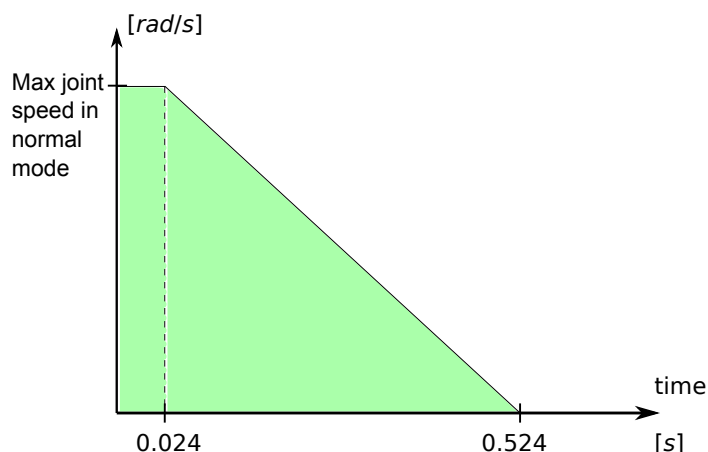

Figure 2.2: 傾斜の下緑の領域は、ブレーキを掛ける間、ジョイントに許可される速度です。0 時間に安全プロセッサでイベント（緊急停止または予防停止）が検出されました。減速は 24 ms 後に開始します。
1. 安全システムはブレーキが 24 ms 以内に開始されるようモニターします。図 2.2を参照してください。